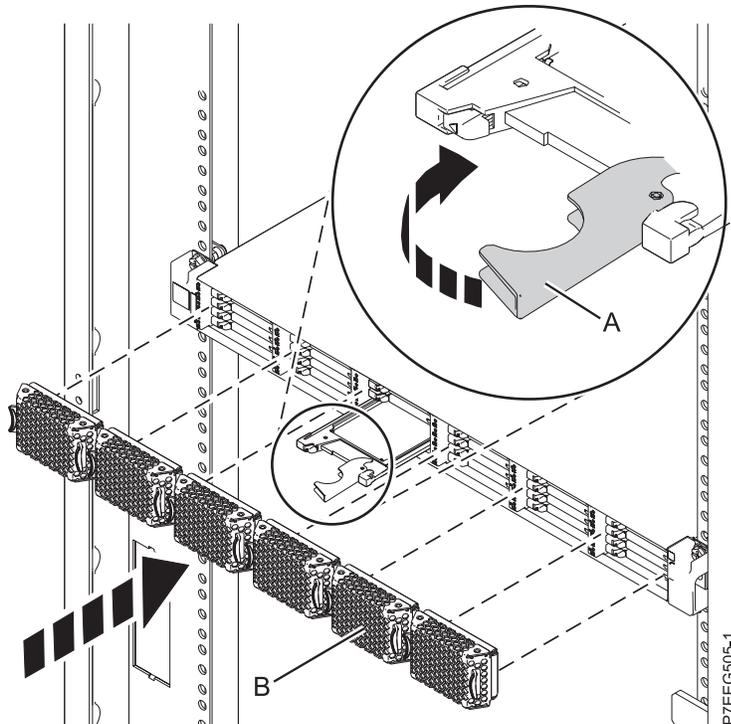

Abbildung 8. Solid-State-Laufwerk in PCIe-Speichereinheit EDR1 installieren
1. Der Griff muss in der entriegelten Position stehen, während Sie das Solid-State-Laufwerk an den Führungsschienen im Gehäuse ausrichten. Siehe Abb. 8 auf Seite 17,
3. Drehen Sie den Griff (A) in die verriegelte Position (siehe Abb. 8 auf Seite 17).
4. Installieren Sie die Frontblende (B).